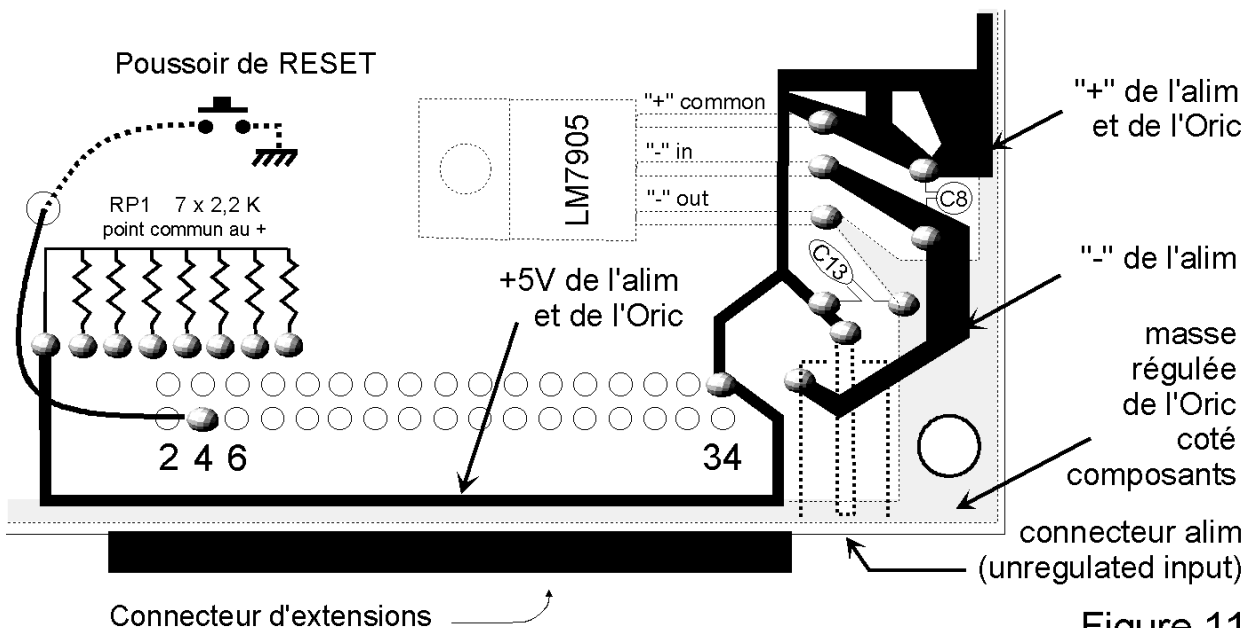

Figure 11
- 5) Soudez l'autre extrémité sur la piste de masse après l'avoir un peu grattée (figures 11 et 12).
La figure 11 vous montre l'état des lieux avant modification. Comparer les figures 10a et 11 pour comprendre comment votre Oric-1/Atmos est conçu. La figure 12 vous montre comment réaliser la modification. Ici encore, la comparaison du schéma théorique (figure 10b) et du schéma pratique vous fera comprendre le sens des modifications qui vous sont proposées.